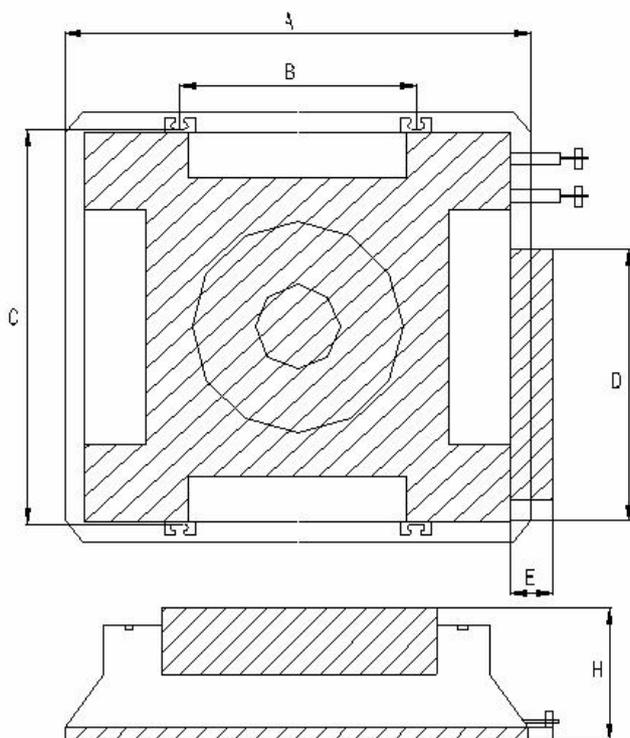

Fig.7
1. Utilizzare il profilo d'installazione (fornito con il pannello) per decidere la posizione delle viti di sospensione. La Fig.7 e la Tabella 1 illustrano i rapporti fra le dimensioni.